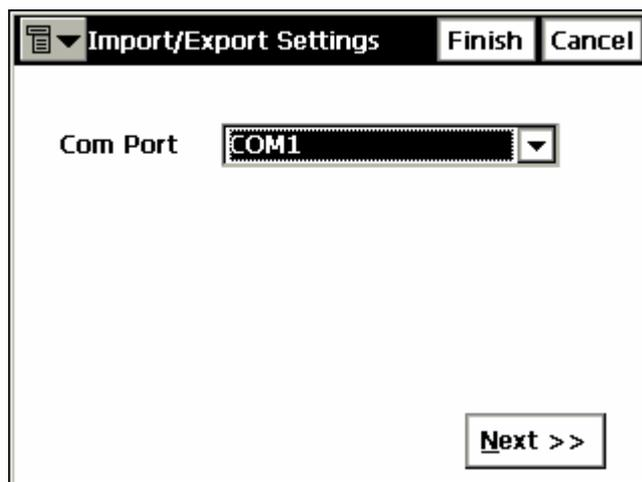

Рисунок 5-23. Настройки Импорта/Экспорта
2. В окне *Import/Export Settings* (Настройки Импорта/Экспорта) в выпадающем списке **Com Port** (Последовательный порт) выберите средство связи между контроллерами, после чего нажмите **Next** (Далее) (рис. 5-23).